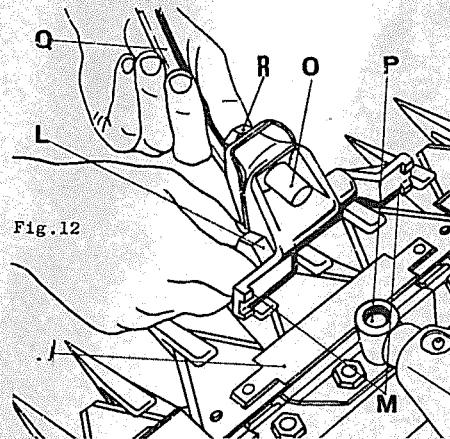

Fig. 12
**7. Messerkopf (Fig. 12)**
**7. Tête de lame (fig. 12)**
**7. Testa di lama (fig. 12)**
La vite con testa conica T (fig. 12) va svitata fino a che la testa di lama si stacca dalla piastrina d'attacco. Con l'aiuto del gancio V si toglie la lama lateralment dalla barra. Mai spingere la lama alla piastrina d'attacco. Infilata la nuova lama nella barra, si applica la testa di lama, pulita con cura in precedenza, e si fa qualche colpo di pompa d'ingrassaggio al perno di biella.
Bei Verstopfungen am Messerbalken Rückwärtsgang einschalten, etwas rückwärts fahren, das vor dem Balken liegende Gras wegschaffen und erst wieder mähen, wenn das Messer die normale Geschwindigkeit erreicht hat. Wenn sich das Gras auf dem Schwinger staut, wird der Verteiler Q (Fig.12) montiert.
En cas de bourrage de la barre coupeuse, reculer d'un pas et mettre la vitesse arrière; faire marcher la lame jusqu'à ce qu'elle ait repris sa vitesse normale. Enlever l'herbe devant le peigne et reprendre le fauchage. Monter le diviseur Q (fig.12) si l'herbe a tendance à s'accumuler sur la tôle oscillante.
In caso di inceppi alla barra, si faccia marcia indietro di qualche passo e si leva l'erba già tagliata davanti alla barra falciante. Proseguire la falciatura soltanto dopo che la lama abbia ripresa la sua velocità normale. Se l'erba si arresta sull'oscillatore, si raccomanda di mettere il divisorsore Q (fig.12).